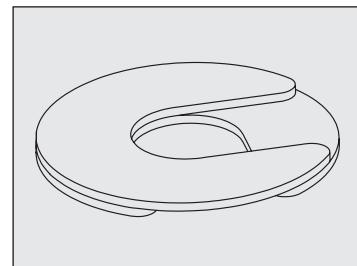

Fig. 10 Installare molteplici zette con scalanature equilibrate.
- Se è utilizzata più di una zetta, assicurarsi che le scalanature delle zette siano equilibrate. Si veda la fig. 10
- **NON** utilizzare più di quattro (4) zette per rotella orientabile.